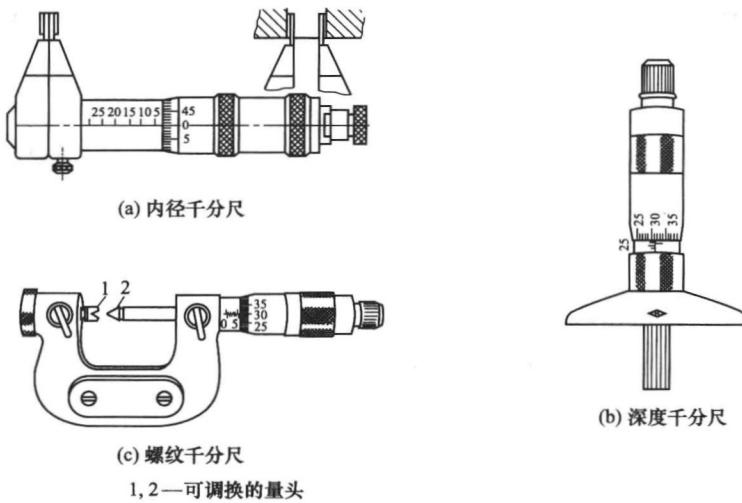

图 1-12 其他千分尺
- 1) 内径千分尺 如图 1-12 (a) 所示，用来测量内径及槽宽等尺寸。其刻线方向与千分尺的刻线相反。
- 2) 深度千分尺 如图 1-12 (b) 所示，用来测量孔深、槽深等。
- 3) 螺纹千分尺 如图 1-12 (c) 所示，用来测量螺纹中径尺寸。